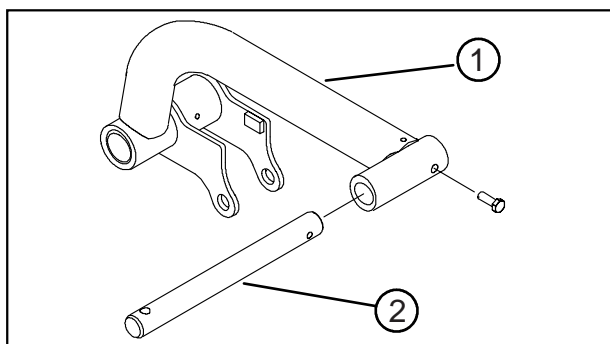

図 13
2. 左右の昇降アームにそれぞれピボット・ロッドを差し込み、取り付け穴を整列させる（図13）